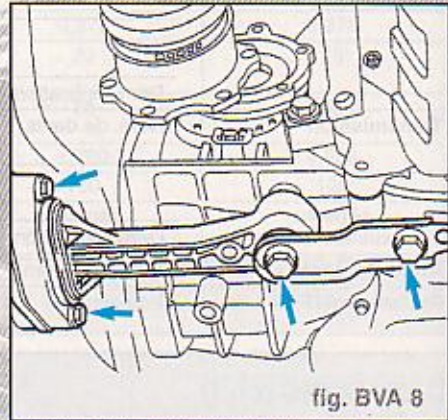

fig. BVA 8
- Déposer l'appui pendulaire (flèches) (fig. BVA 8).